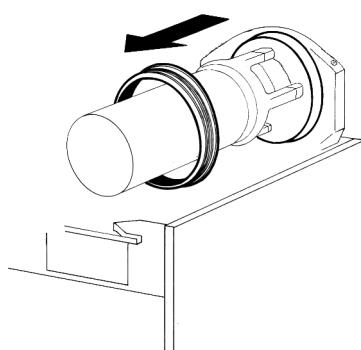

Bild 9
- 4** Die Behälterdichtung aus ihrem Sitz entfernen (Bild 9).